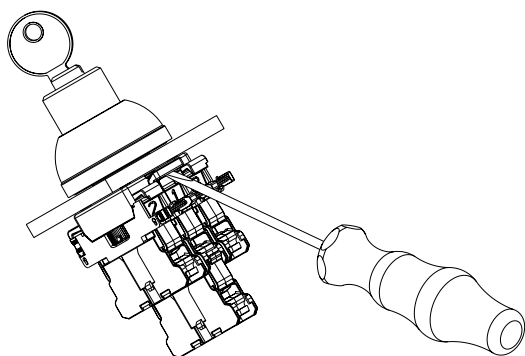

Abb. 4
1. Demontage des Kontakthalers vom Montageflansch (siehe Abb. 4): Schraubendreher in die Rastnase des Montageflanschs setzen. Durch leichtes Bewegen des Schraubendrehers in Richtung des Kontaktelementes wird die Rastnase nach außen gedrückt. Hierdurch löst sich der Kontakthalter vom Montageflansch. Dieser Vorgang ist auf der gegenüberliegenden Seite zu wiederholen.